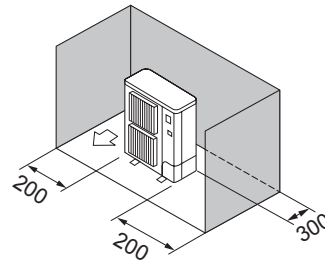

Fig. 2-9
- ③ Kun forhindringer bagved og i siderne (Fig. 2-9)